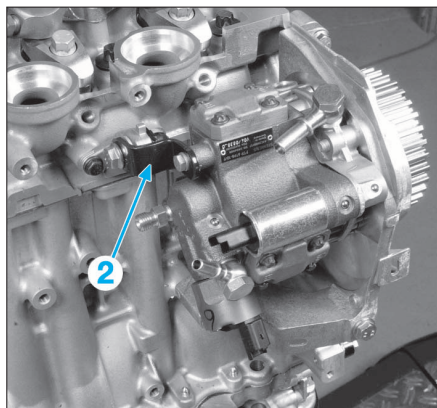

FIG. 59
- Déposer le support de fixation (2) et la vis (3) de la pompe haute pression (Fig.59).